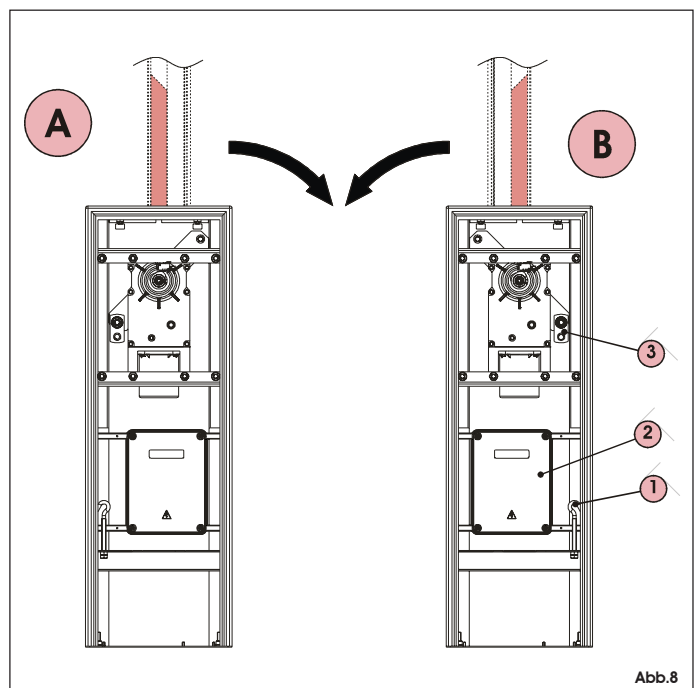

Abb.8
- Achtung: Die Automation ist bei der Lieferung für die Linksmontage (Abb. 8, Bez. A) ausgelegt.**
Um die Automation von der Linksmontage für die Rechtsmontage (Abb. 8, Bez. B) umzuwandeln, sind folgende Schritte auszuführen:
- Die Zugstange, Bez. 1 Abb. 8, entfernen.
- Die Steuereinheit, Bez. 2 Abb. 8, von rechts nach links versetzen.
- Die Zugstange, Bez. 1 Abb. 8, in die Öffnung auf der rechten Seite der Steuereinheit positionieren.
- Den Befestigungsteller der Feder, Bez. 3 - Abb. 8, vom linken zum rechten Stift versetzen.